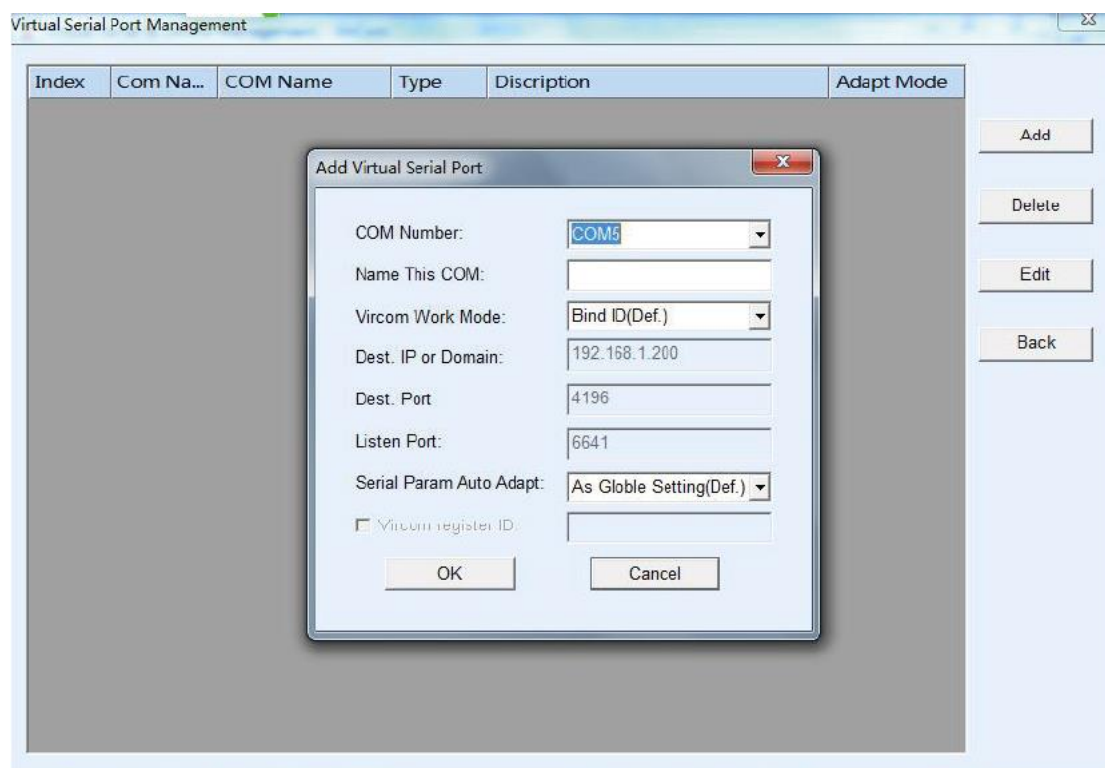

Рисунок 13. Добавление виртуального последовательного порта
1. Нажмите на «Serial Manage» (Управление последовательными портами) в главном интерфейсе ZLVircom, затем нажмите «Add» (Добавить) и выберите COM5, где COM5 — это COM-порт, которого не существовало на компьютере (рисунок 13).